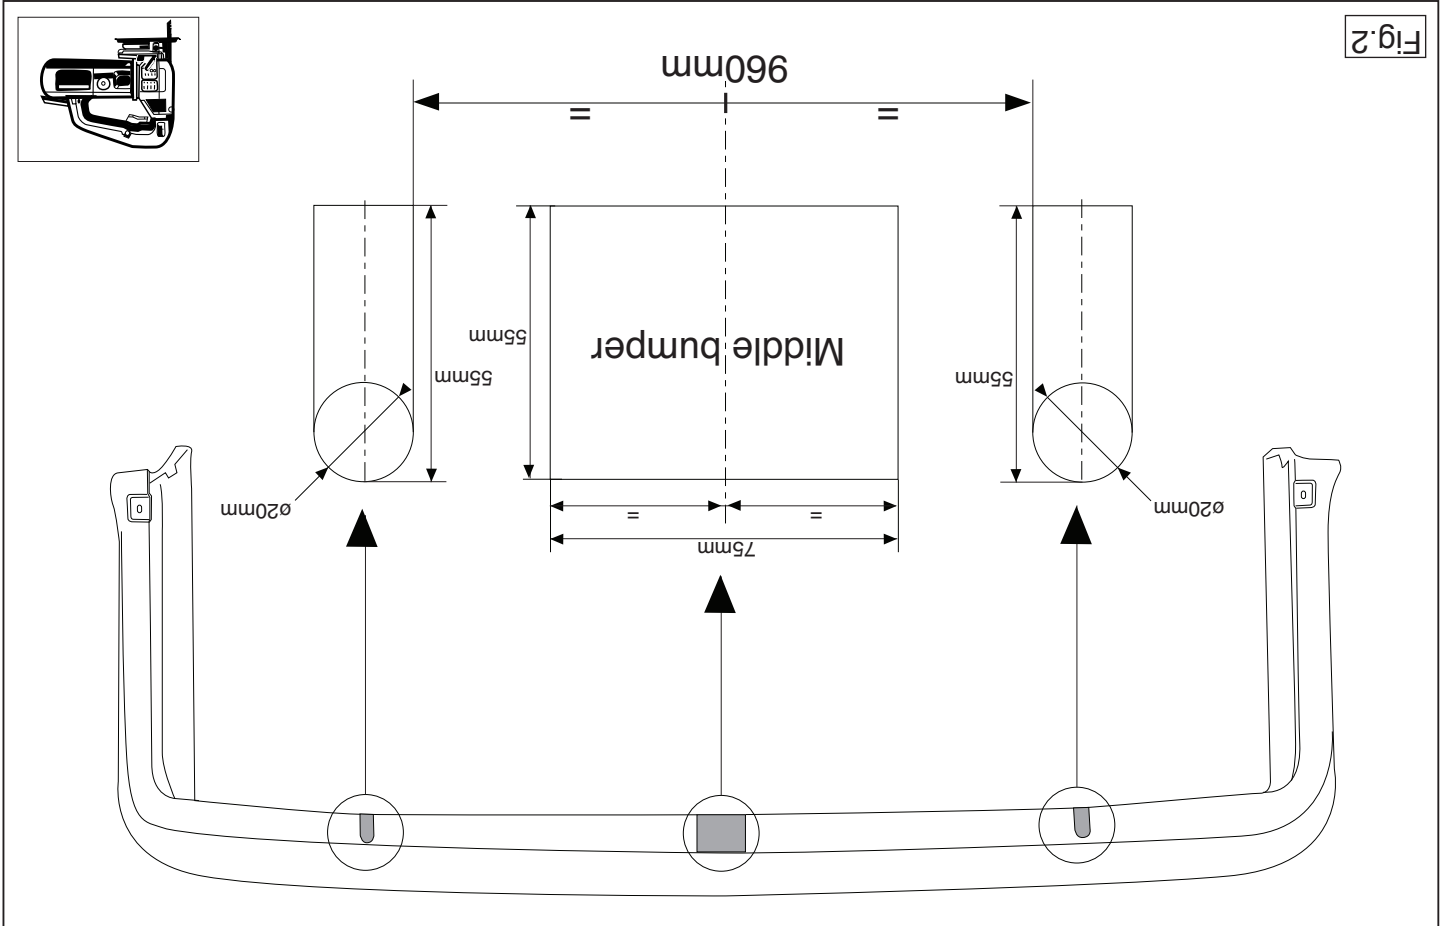

Fig.2
8. Saw out the portions as indicated in fig. 2.
8. Gemäß Abb. 2 die angegebenen Teile herausziehen.
8. Scier les parties indiquées conformément à la figure 2.
8. Såga ut delarna enligt fig. 2.
8. Serrar las partes indicadas en la fig 2.